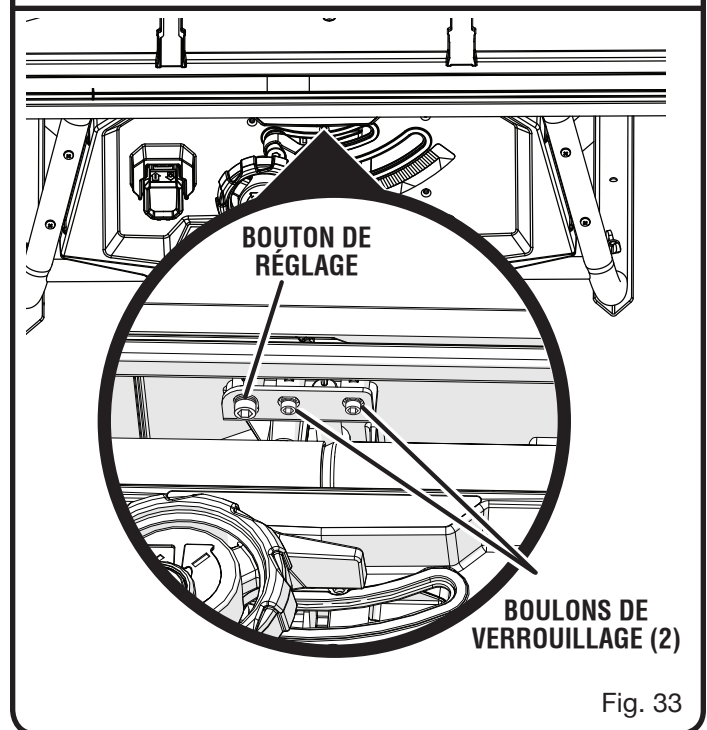

Fig. 33
- NOTE :** Pour éviter une utilisation non autorisée, installer un cadenas (non inclus) dans le trou de la commutateur, comme illustré à la figure 33.